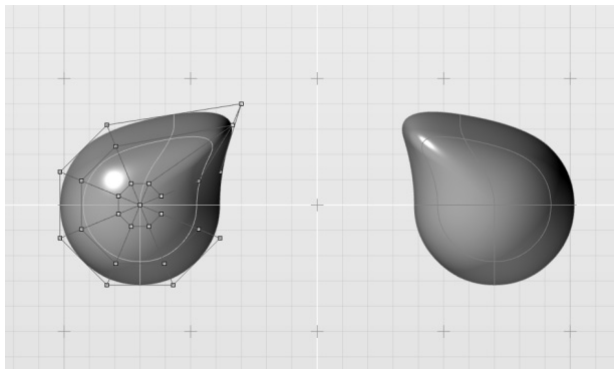

图 2-89 调整源对象,镜像对象也随之更新
3) 选中源对象球体,切换到“编辑点”模式,并调整部分控制点,可见镜像对象与源对象始终沿 Y 轴对称,如图 2-89 所示。